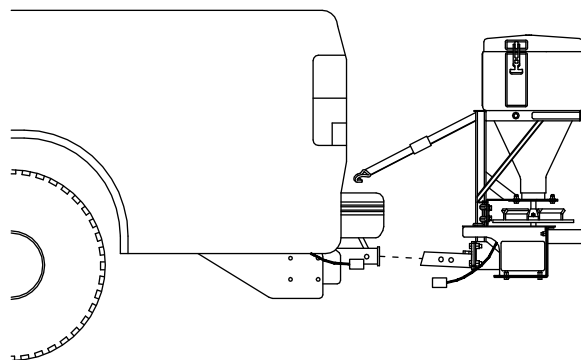

Figure 9
5. Détachez l'épandeur du dispositif d'attelage du véhicule (Figure 9).